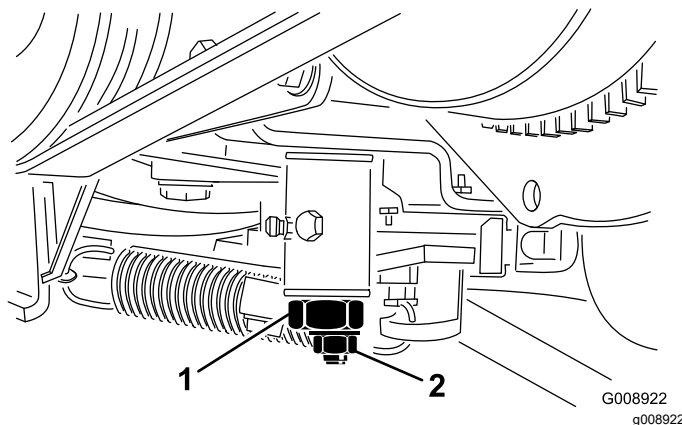

Bild 55
4. Lockern Sie die Sicherungsmutter an der Fahrtriebs-Einstellnocke (Bild 55).